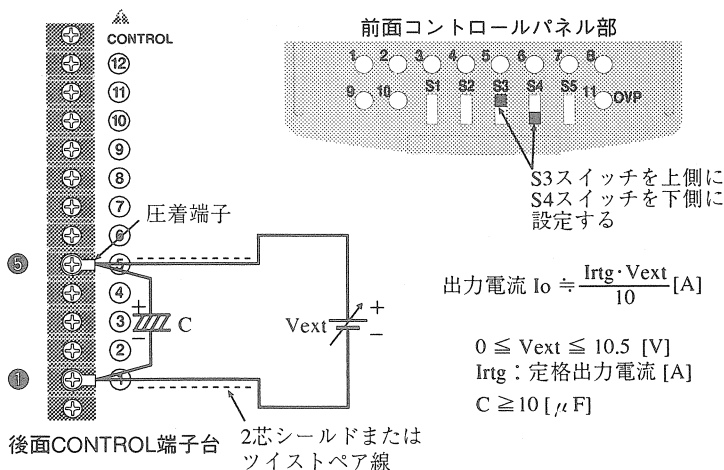

図 3-6 外部電圧による出力電流コントロールの接続と設定
- ④ コントロールスイッチ S3 と S4 を図 3-6 のように設定します。
- ⑤ コントロール端子の ① と ⑤ 間に電圧源を図 3-6 のように接続します。